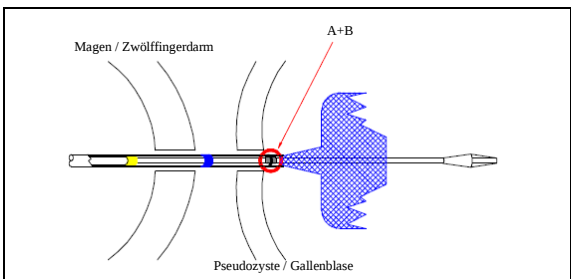

Abbildung 4
- Das Einführsystem unter fluoroskopischer und endoskopischer Kontrolle positionieren. Der innere Röntgenmarker („A“ in Abbildung 4) sollte die Wand der Pseudozyste bzw. Gallenblase passieren.